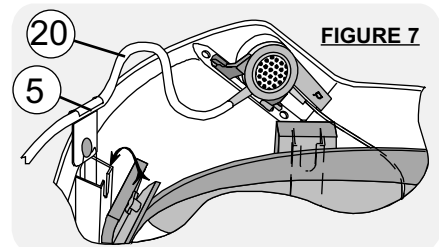

FIGURE 7
Faites glisser avec précaution le câble à l'intérieur de la gouttière du support anti-arrache câble ⑤ en laissant un peu de réserve de câble ⑳ comme indiqué à la figure 7.